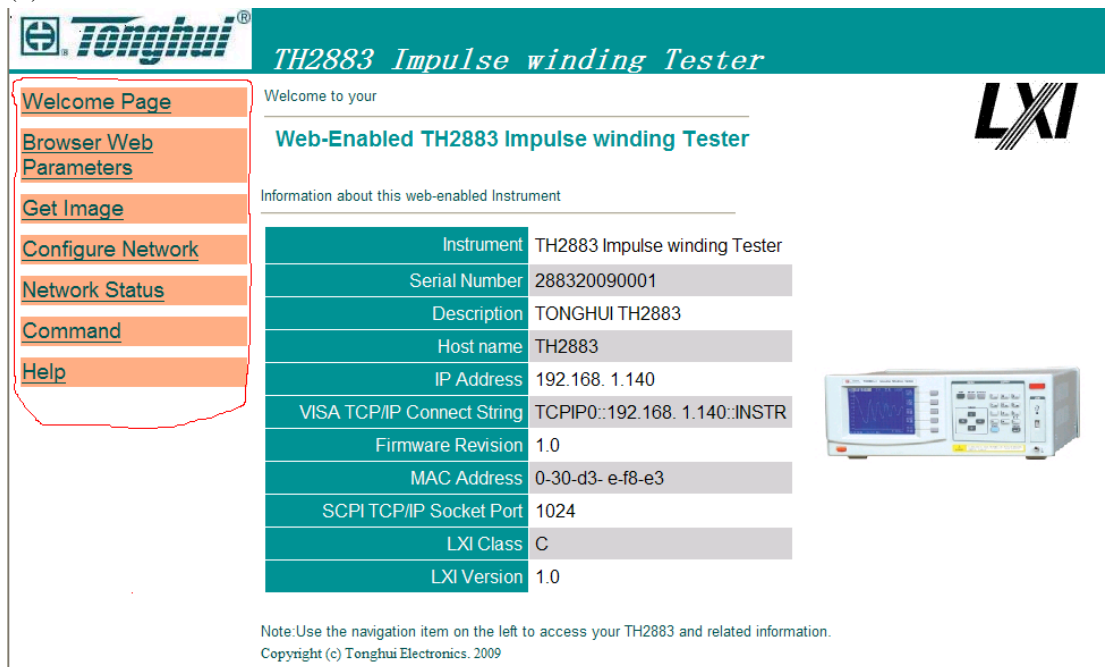

图 6-11 通过浏览器访问 TH2883S
- (1) 启动 Internet Explorer。
- (2) 在地址字段键入 http://192.168.1.140/，再按回车键。
- (3) 显示 Web 服务器的启动屏幕，如图 6-11 所示。